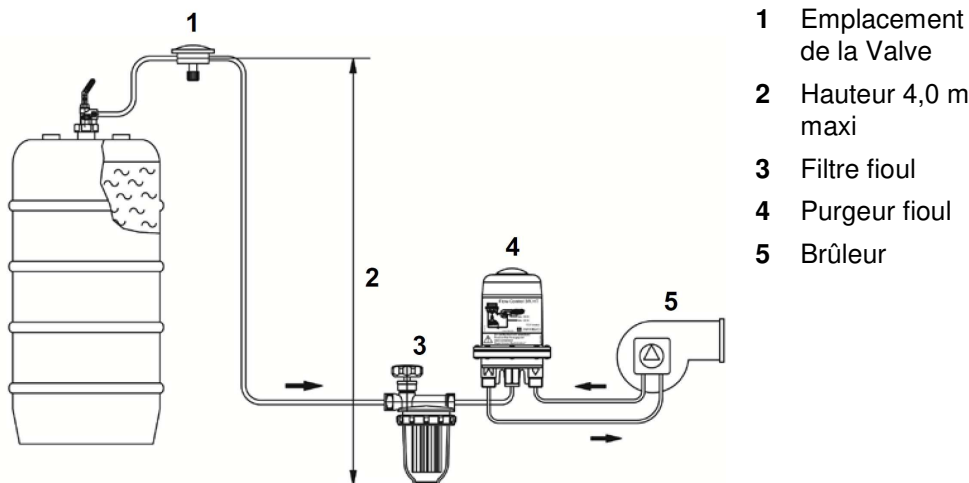

Figure 5: Différence de hauteur entre l'emplacement de la Valve et le point le plus bas de l'installation
1. Déterminer la hauteur de protection à régler d'après la figure 5